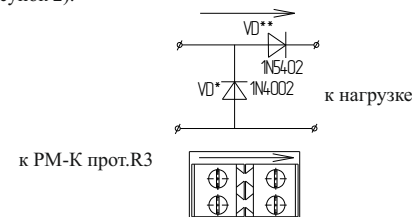

Рисунок 2
5.4 УПН состоит из диодов, установленных на плату с клеммными колодками (рисунок 2).